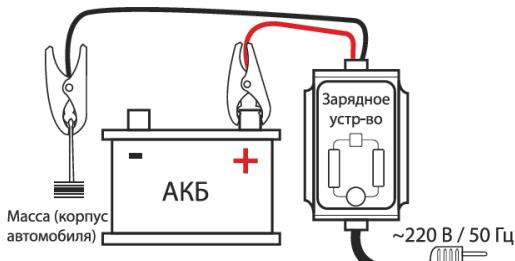

Рис. 1. Схема подключения зарядного устройства к батареи, не снимая АКБ с транспортного средства
2. Соблюдая полярность, подключите клеммы зарядного устройства к АКБ, затем подключите устройство к сети 220В (рис. 1), после этого должен